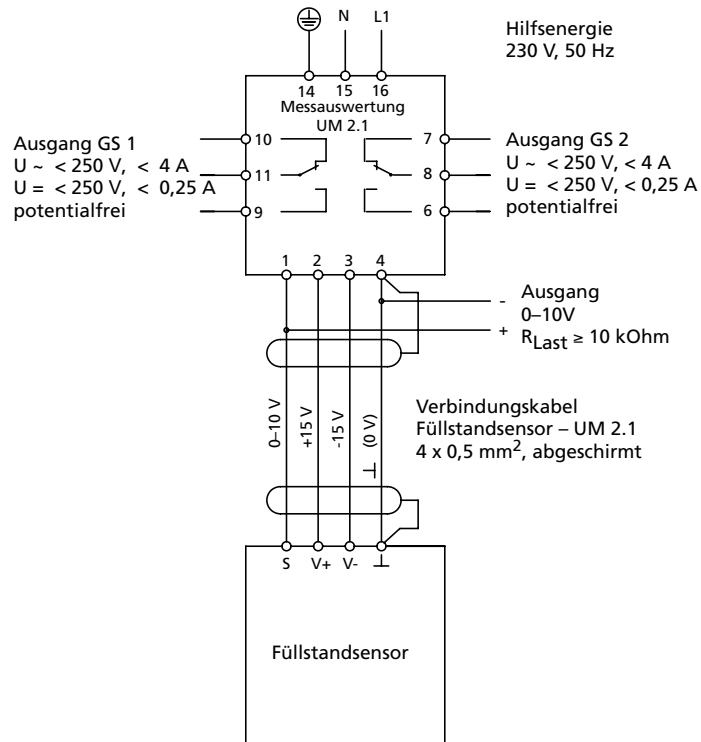

Abb. 2a: Anschluss der Messauswertung UM 2.1
2. Messauswertung gemäß Abb. 2a, 2b, 2c bzw. 2d anschließen.